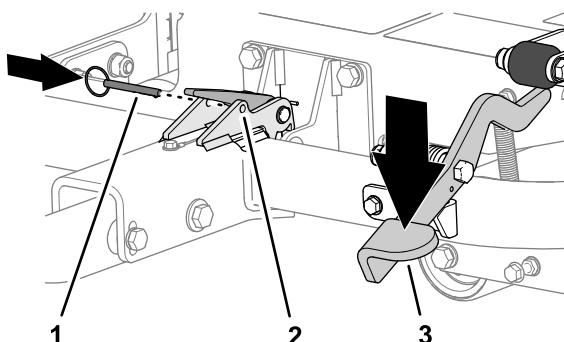

Figura 20
- Pise o pedal do engate até o engate ficar bloqueado no lugar (Figura 20).
- Insira o pino de bloqueio através dos furos do trinco (Figura 20).